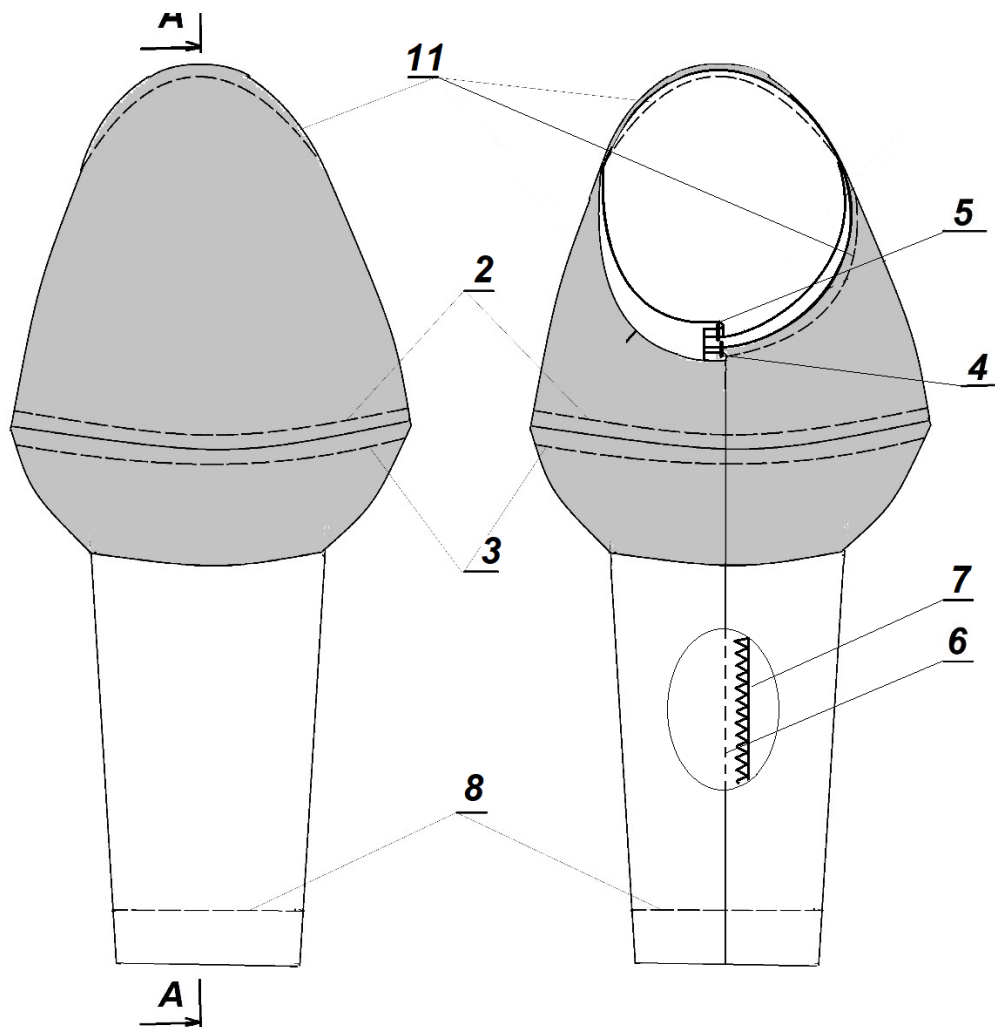

Рисунок 1 – Фрагмент платья. Рукав
Второй этап: Моделирование фрагмента заданной модели **«Рукав»** женского платья (стр. 8, рис. 1) в натуральную величину и изготовление лекал
Третий этап: Изготовление (пошив) образца фрагмента заданной модели (стр. 8, рис. 1) женского платья.
1) Внешний вид фрагмента заданного изделия должен полностью соответствовать техническому рисунку модели и художественно-техническому описанию (стр. 3, табл. 1), рисунку фрагмента (стр. 8, рис. 1) и техническим требованиям в п.п.2.2 (при их наличии).
2) При пошиве можете воспользоваться рекомендованной технологической последовательностью изготовления, приведенной ниже (стр. 7), а также схемами обработки (стр. 8, рис. 1 и 2), или применить свой метод изготовления, не ухудшающий качество и полностью соответствующий заданному внешнему виду фрагмента модели женского платья.
«Обработка РУКАВА» (рис. 1)**
4. Стачать нижние срезы верхней части рукава «в кольцо», ш. шва 1,0 см (рис. 1, стр. 4).
6. Стачать нижние срезы подкладки верхней части рукава «в кольцо», ш. шва 1,0 см (рис. 1, стр. 5).
10. Стачать нижние срезы нижней части рукава «в кольцо», ш. шва 1,5 см (рис. 1, стр. 6).
11. Обметать нижний шов нижней части рукава (рис. 1, стр. 7).
- вариант 1 – швом вподгибку с закрытым срезом (рис. 1 и 2, стр. 8);
18. Притачать подкладку верхней части рукава к срезу оката верхней части рукава на расстоянии 0,7-1,0 см (рис. 1 и 2, стр. 11).